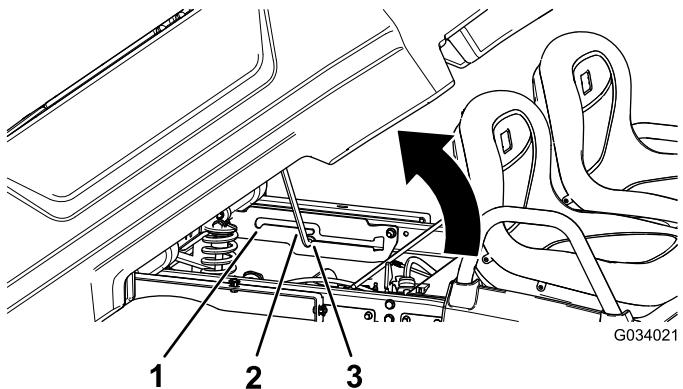

図 22
2. 支え棒をダンプ位置の固定スロットにはめ込んで荷台を固定する図 22。
2. 支え棒を整備位置の固定スロットにはめ込んで荷台を固定する図 22。
2. 荷台の底部のスロットにはめ込んでいた支え棒を外す図 22。